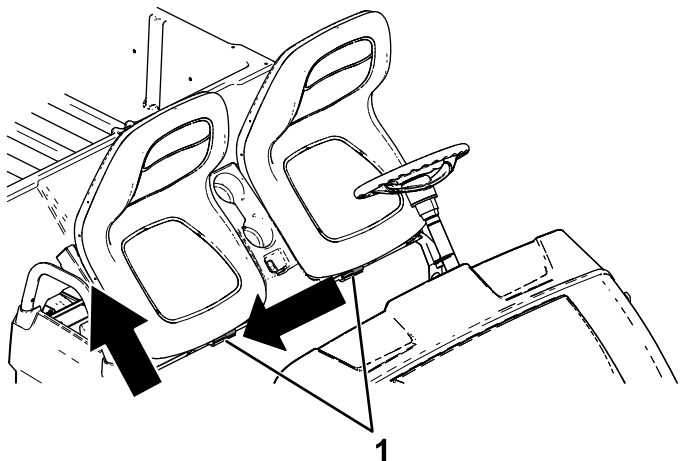

Figure 27
2. Poussez l'ensemble sièges sur le côté pour le dégager des goupilles, puis soulevez-le (Figure 27).